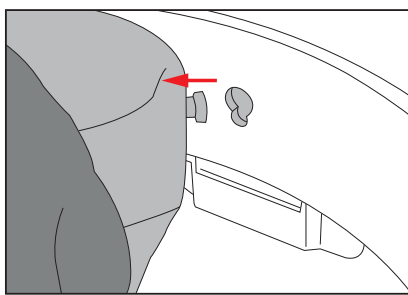

Figura 6.1
- Comenzando por la parte delantera del asiento, levántela sobre un poste y retírela. **Ver Figura 6.1.**